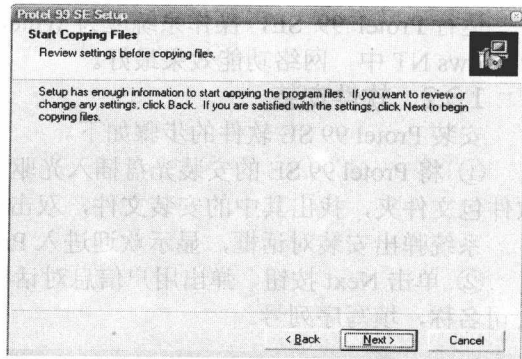

图 1-6 开始复制文件对话框
⑥ 单击 Next 按钮进入下一步，弹出开始复制文件对话框，如图 1-6 所示。